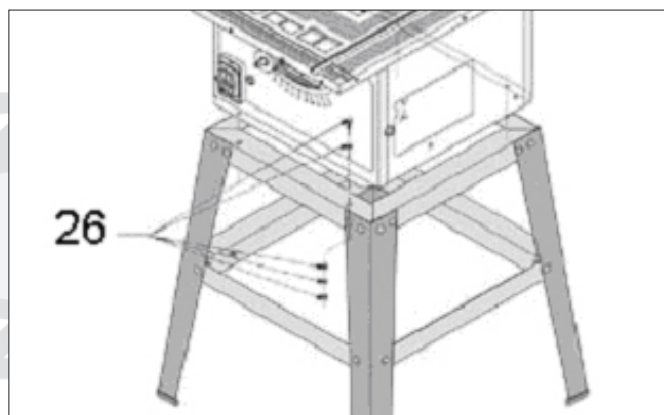

Fig. 5
Placera bordscirkelsågen på stället, så att skruvhålen kommer mitt för varandra, och skruva fast den med skruvar, fjäderbrickor och muttrar (26) enligt vad som visas i Fig. 5.